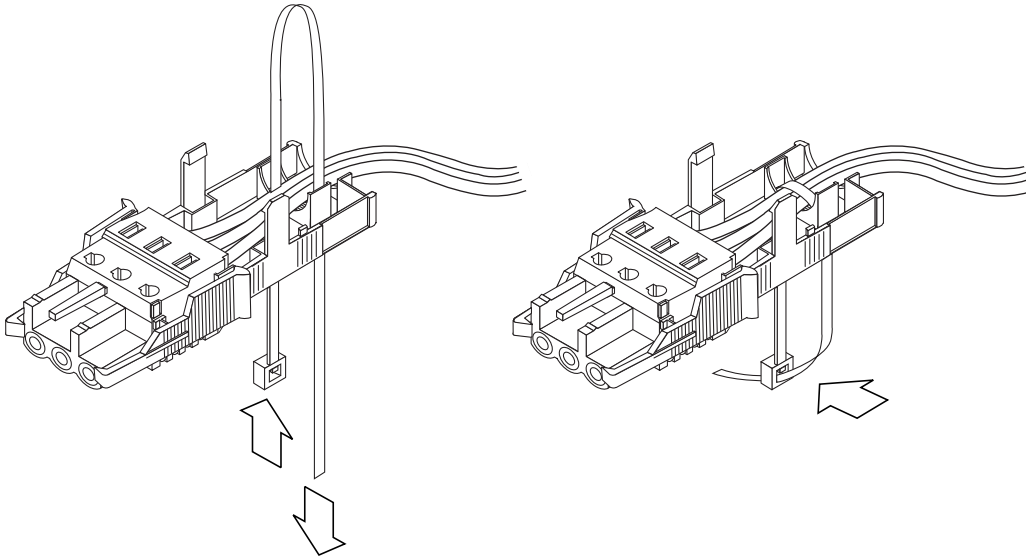

ABBILDUNG 5-8 Befestigen der Drähte an der Zugentlastungsvorrichtung
4. Legen Sie das Befestigungsband locker über die Drähte, führen Sie es auf der anderen Seite wieder aus der Zugentlastungsvorrichtung heraus und ziehen Sie es fest, um damit die Drähte an der Zugentlastungsvorrichtung zu befestigen (ABBILDUNG 5-8).